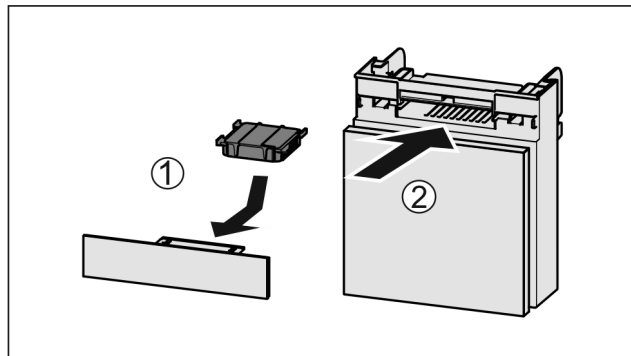

Fig. 167
- ▶ Wkładać Fig. 167 (1) filtr z węglem aktywowanym zgodnie z ilustracją.
- ▶ Wsunąć komorę Fig. 167 (2).